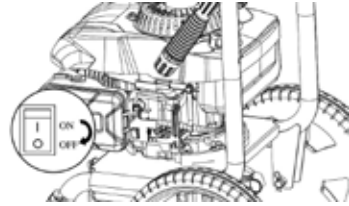

Fig. 13
**Anhalten des Hochdruckreinigers (Siehe Abb. 13)**